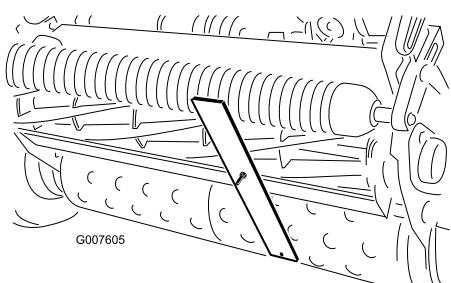

図 48
4. ゲージバーのネジ頭を下刃の先端に引っかけ、バーの後端を後ローラに当てる（図 48）。